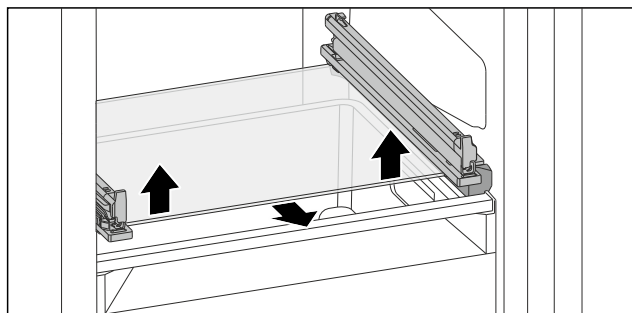

Fig. 73 Ripiano in vetro del cassetto ribaltabile
- Premere il ripiano in vetro dal basso verso l'alto su entrambi i lati. (vedere Fig. 73)